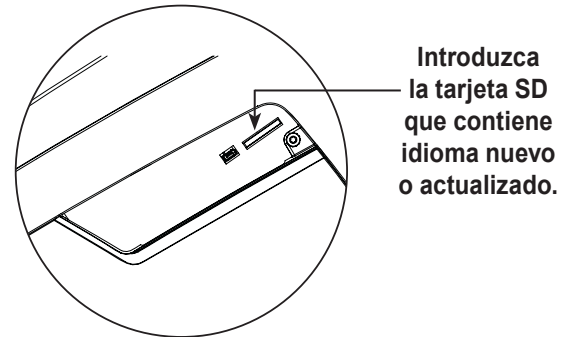

Figura 6
3. Introduzca la tarjeta SD que contiene los datos del idioma en el panel lateral de la máquina. Consulte Figura 6.